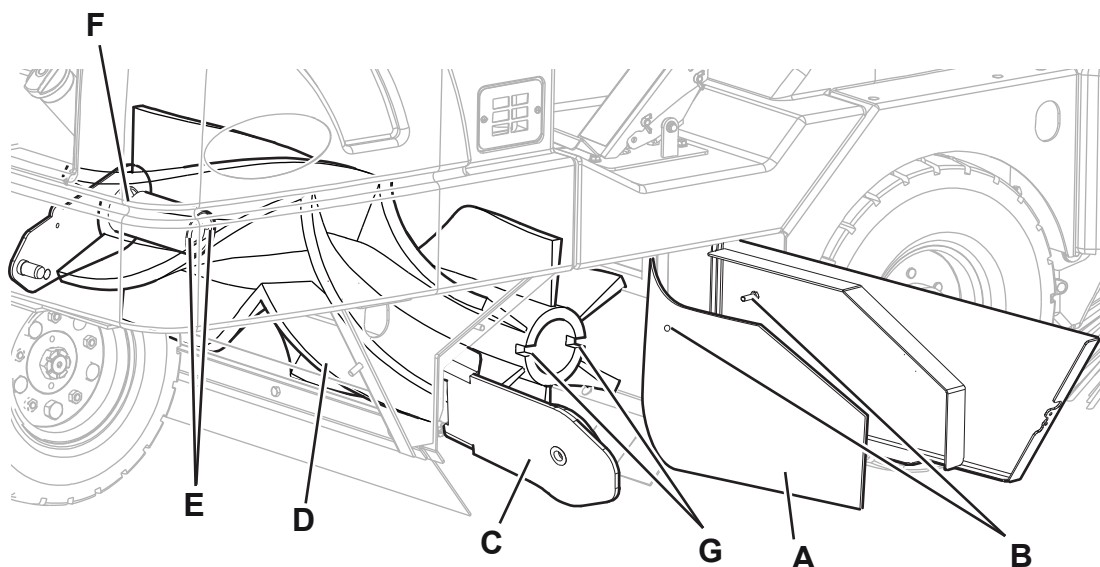

Abbildung 3
3. Zündschlüssel (57) drehen und Gerät einschalten.
4. Hauptkehrwalze mit dem Hebel (53) absenken.
5. Zündschlüssel (57) in Stellung „O“ drehen und Gerät ausschalten.
6. Rechte Abdeckplatte (18) öffnen.
7. Die seitliche Schmutzfangklappe (A, Abb. 3) beiseite drücken und am Haltestift (B) befestigen.
8. Aggregat des Lenkhebels (C) öffnen, um die Hauptkehrwalze (D) zu erreichen.